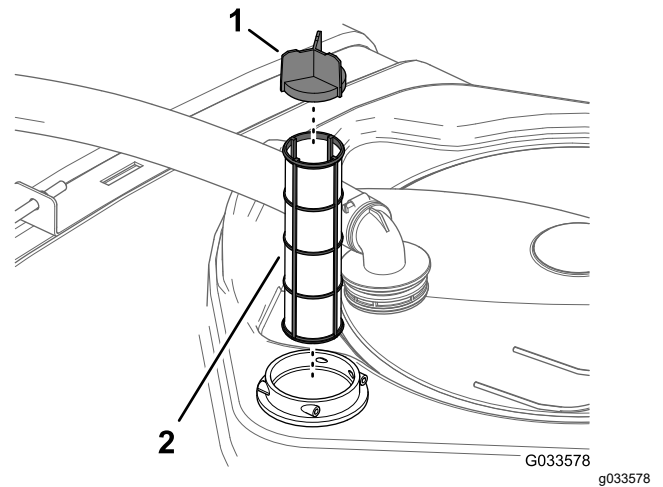

Figure 113
4. Sortez le filtre d'aspiration existant de son logement dans le réservoir (Figure 113).